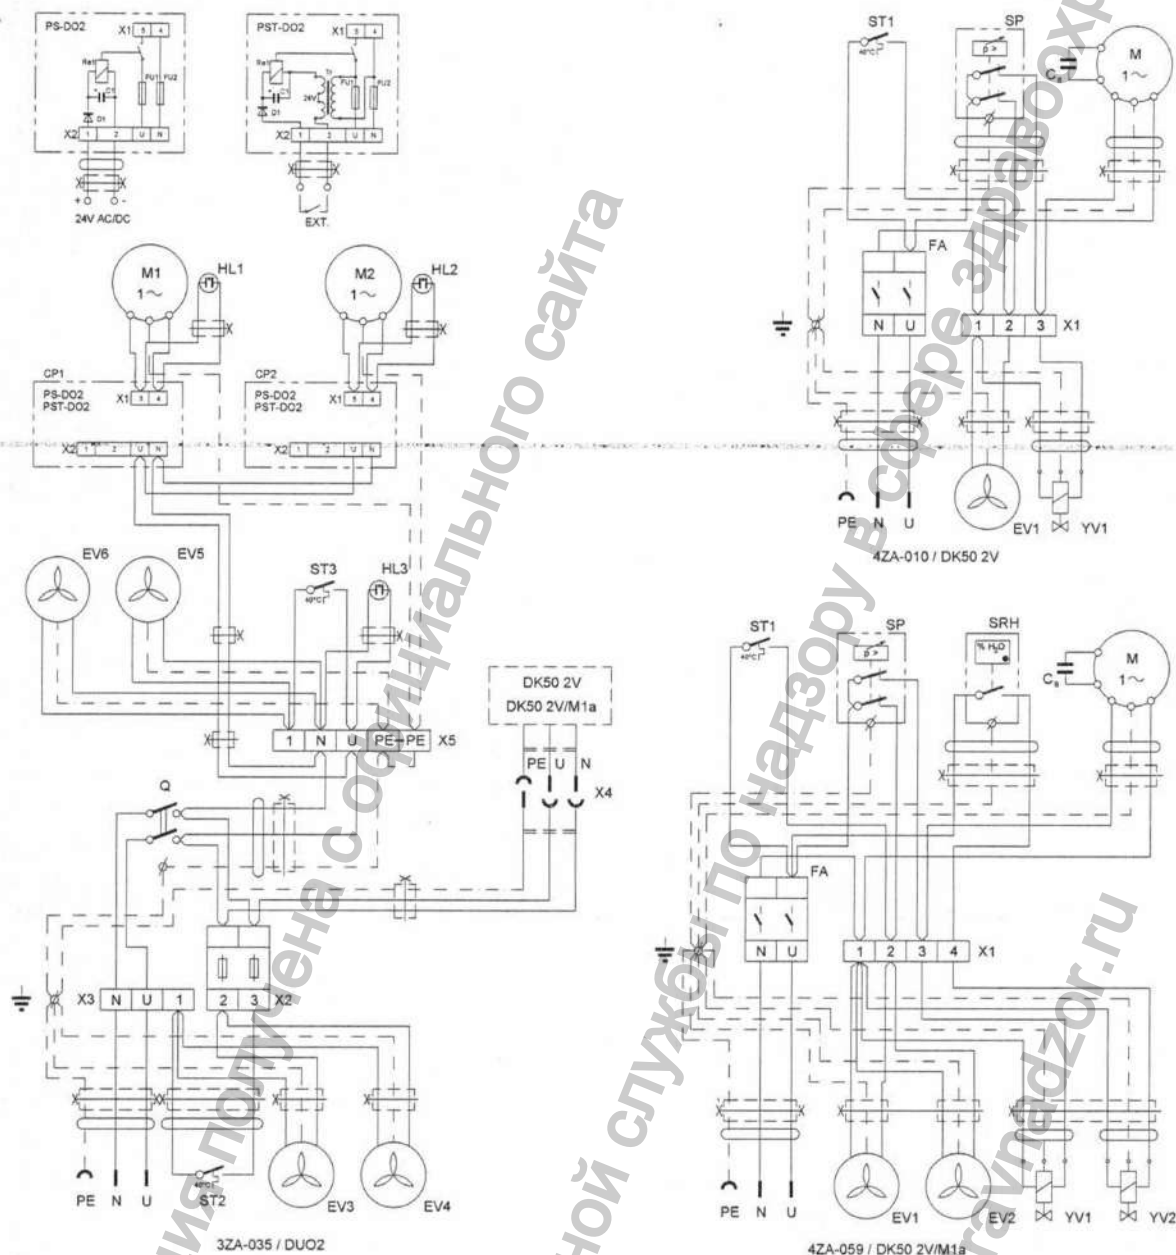

Рис. 7
8.9. Слив конденсата (Рис. 7)
12.1. Слив конденсата (Рис. 7)